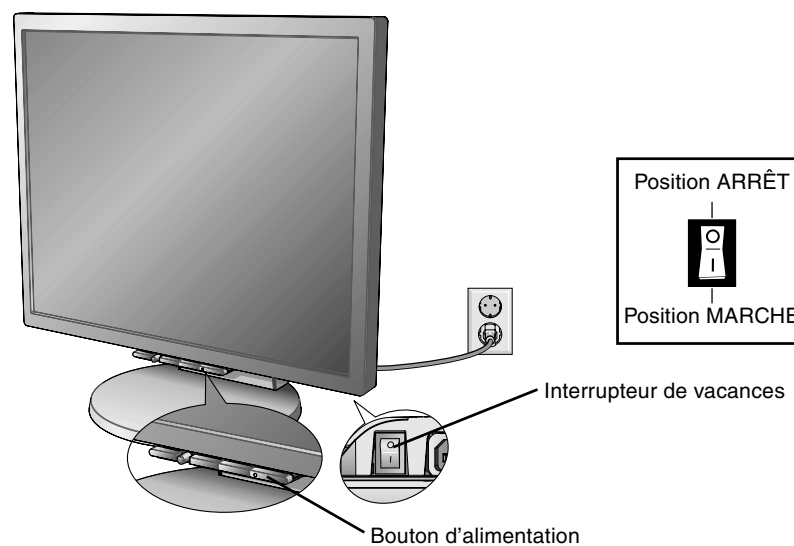

Figure E.1
8. Connectez le cordon d'alimentation à la prise de courant (**Figure E.1**).
9. L'interrupteur de vacances situé à l'arrière du moniteur doit être allumé (**Figure E.1**). Allumez le moniteur avec le bouton d'alimentation situé à l'avant ainsi que l'ordinateur.